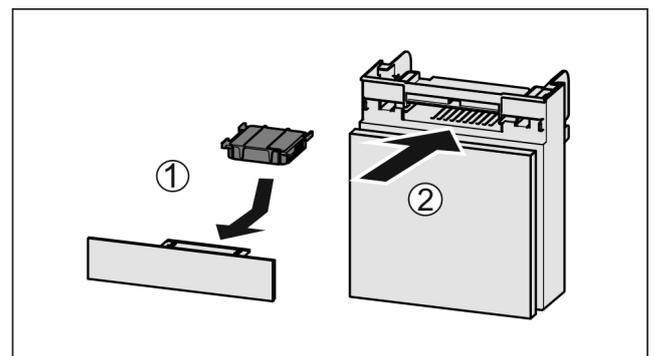

Fig. 87
- Inserire il vano Fig. 87 (2).